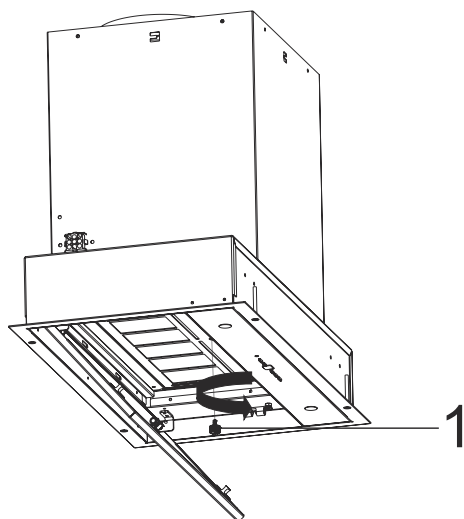

Fig. 9
4. ➔ Placér nu metallåget som det sidste og fastspænd denne med medfølgende fingerskrue. (Fig. 9) .